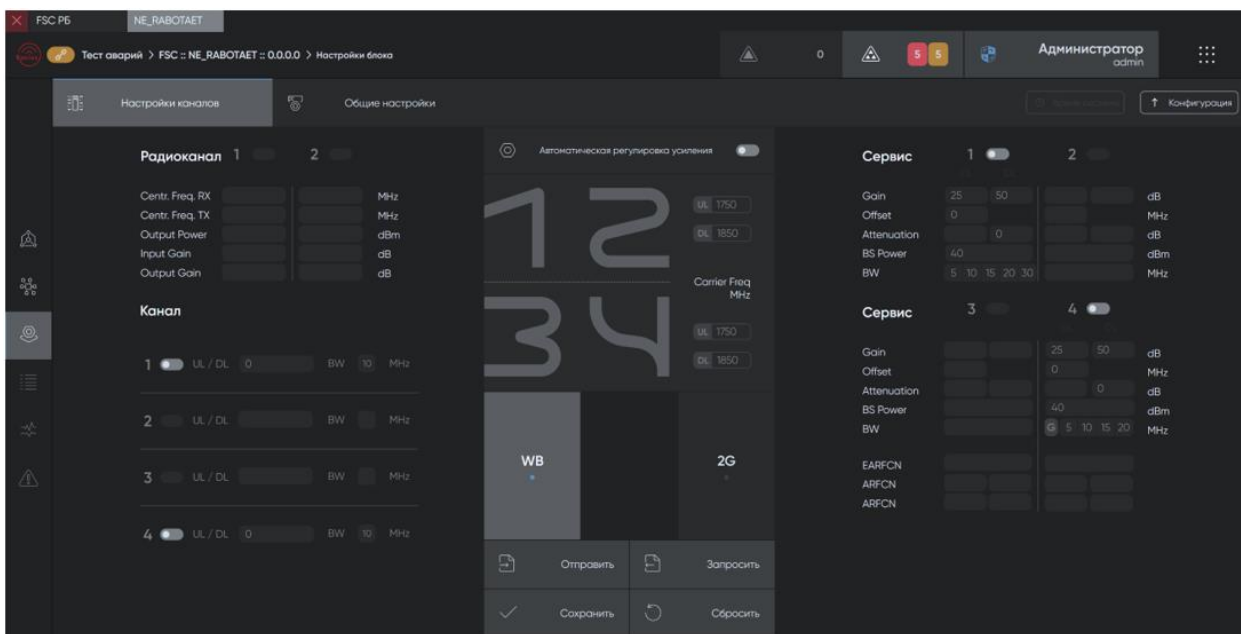

Рисунок 25 — Окно настройки каналов
– Для настройки каналов ретрансляции и сервисных каналов необходимо нажать на кнопку , после чего открывается окно настройки каналов ретрансляции, сервисных каналов и общих настроек (рисунок 25).